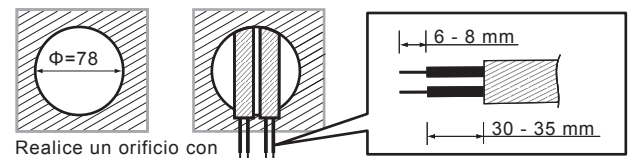

FIG. 9
- 3.4.2.1 Para instalar el detector, realice un orificio de 78 mm de diámetro en el panel de techo y mantenga el cable de alimentación fuera. Pele de 6 a 8 mm de cable para realizar la conexión (ver FIG. 9).